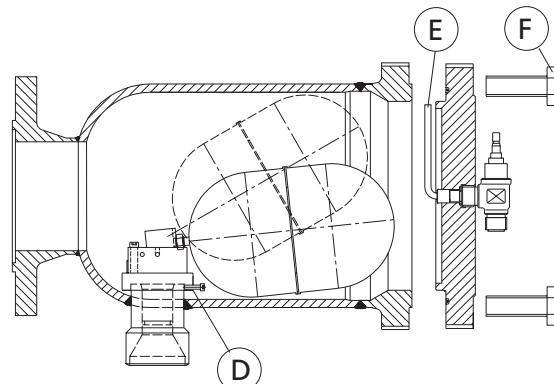

Fig. 4
- 3) Remove float valve assembly by untightening the screw pos. D (fig. 4) and lifting up the complete float valve assembly.
screws pos. D (fig. 4).
NB! The ventilating pipe pos. E (fig. 4) has to be placed vertically up-wards.
- 6) Use a torque wrench to tighten the screws pos. F (fig. 4). Tighten with torque of 300 Nm (220 Lb feet).
- 3) Fjern den komplette flyder undersamling ved at løsne skruen pos. D (fig. 4) og derefter løfte hele undersamlingen op.
- 4) Placér ny komplet flyder undersamling i afgangsstudsens og spænd skruen pos. D (fig. 4).
Obs! Ventilationsrøret pos. E (fig. 4) skal vende lodret opad.
- 6) Brug altid en momentnøgle til tilspænding af skruerne pos. F (fig. 4). Spænd med et moment på 300 Nm (220 Lb feet).